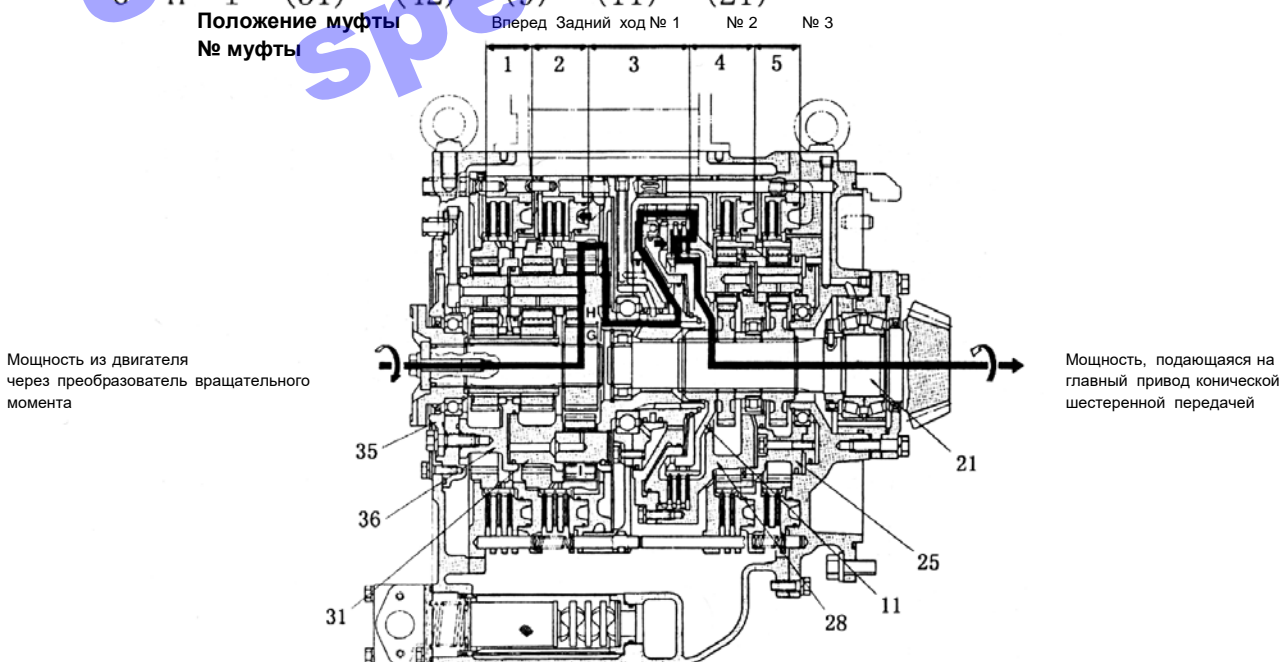

Рис. 5-25.
4. Движение задним ходом, первая скорость (Рис. 5-25).